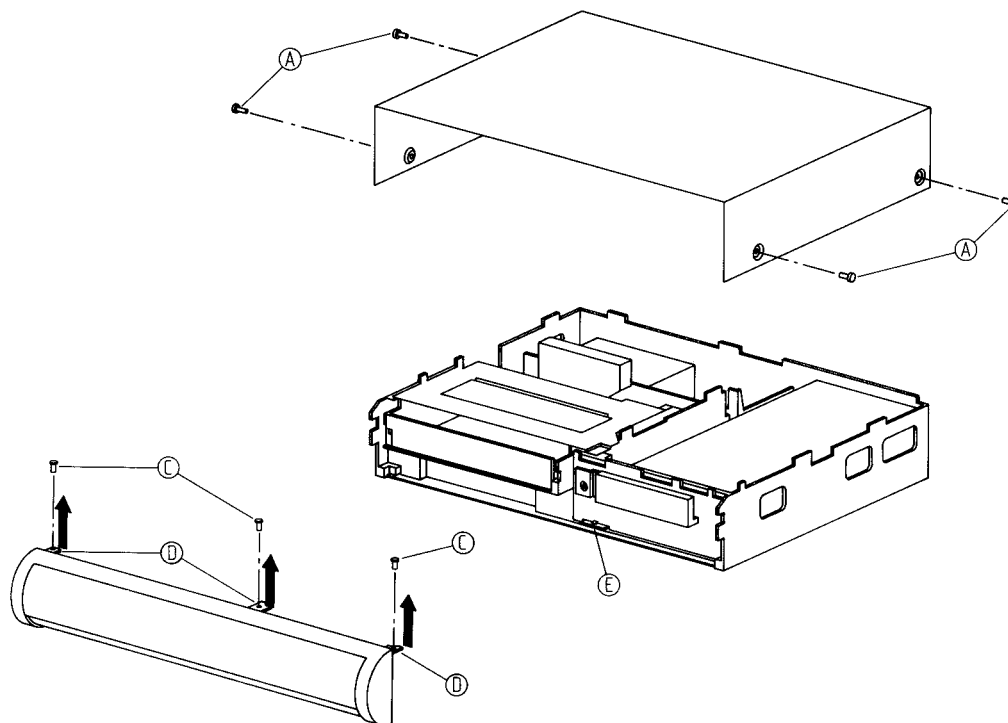

Fig. 1
- 4 Schrauben (A) herausdrehen (Fig. 1).
- Schrauben (C) herausdrehen, Rasthaken (D) lösen, Frontblende nach vorne wegklappen (Fig. 1) und gegebenenfalls Steckverbindung B6 zur Bedieneinheit ausstecken.
- Remove 4 screws (A) (Fig. 1).
- Remove screws (C), release locking catches (D) hinge the front panel away from the front (Fig. 1) and if necessary release the plug connection B6 to the keyboard unit.
- Rastnase (E) lösen (Fig. 1).
- Release the locking catch (E) (Fig. 1).